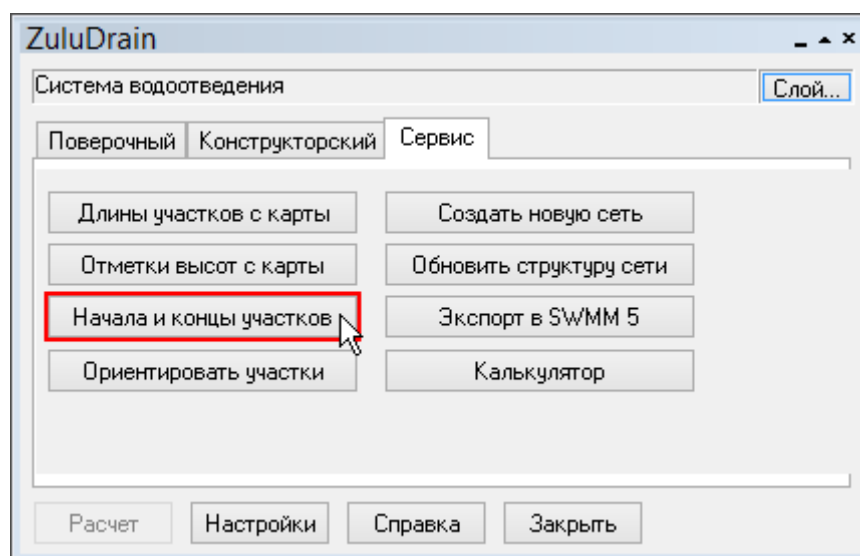

Рисунок 87. Считывание начала и конца участков
3. Перейдите на вкладку *Сервис*. (см. Рисунок 87. «Считывание начала и конца участков»)